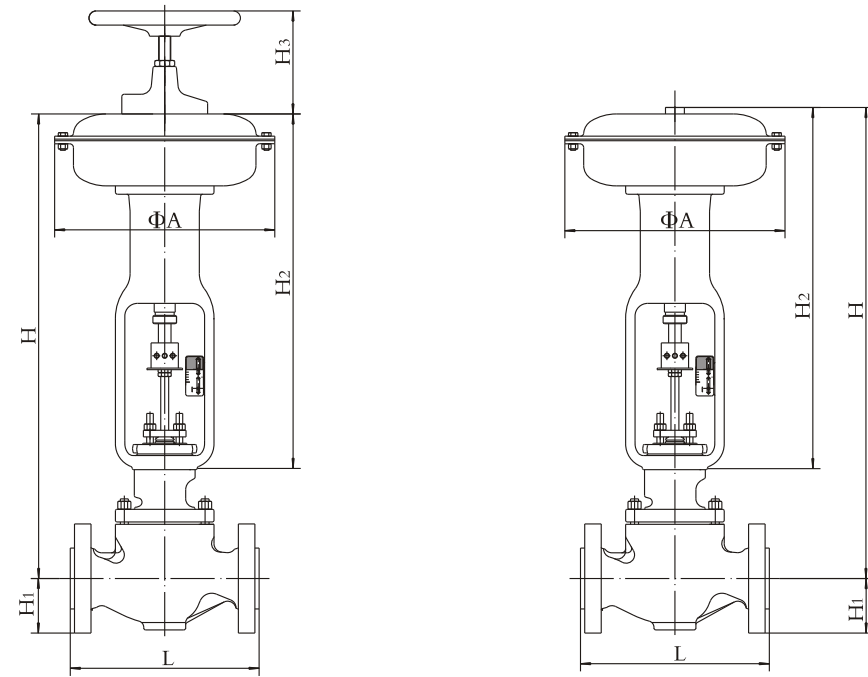
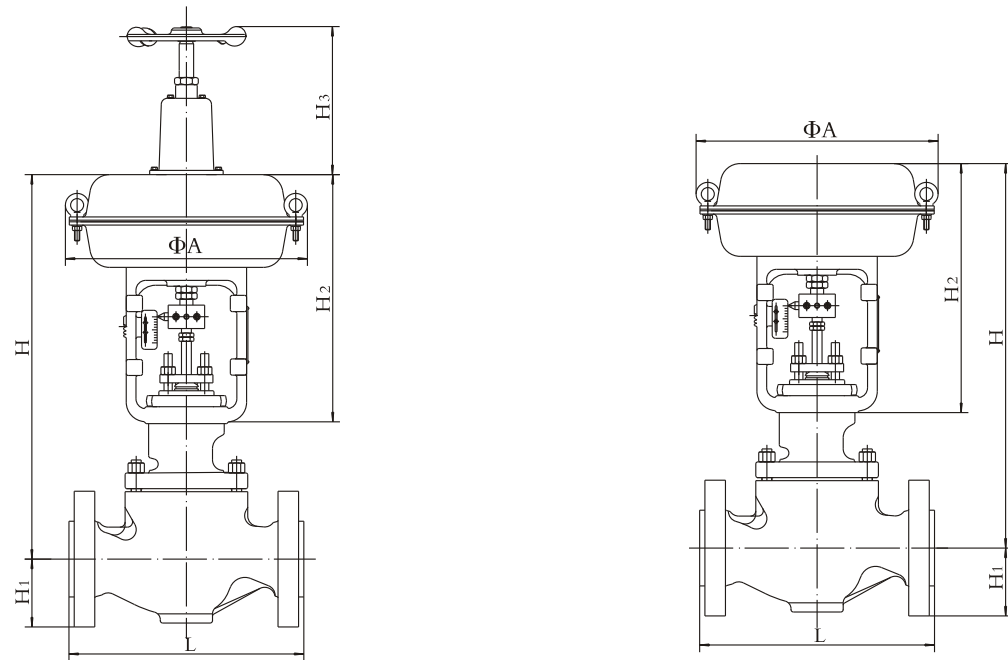

图9 Z857/867 (S) -GT型气动薄膜笼式阀
图11 ZJHGT型精小型气动薄膜笼式阀
2. Z857/867 (S) -GT型气动薄膜笼式阀产品安装尺寸 (常规匹配) (见图9、表10)
5. ZJHGT型精小型气动薄膜笼式阀产品外形尺寸（常规匹配）（见图11、表13）
4. 法兰距尺寸（见图9、图11、表12）